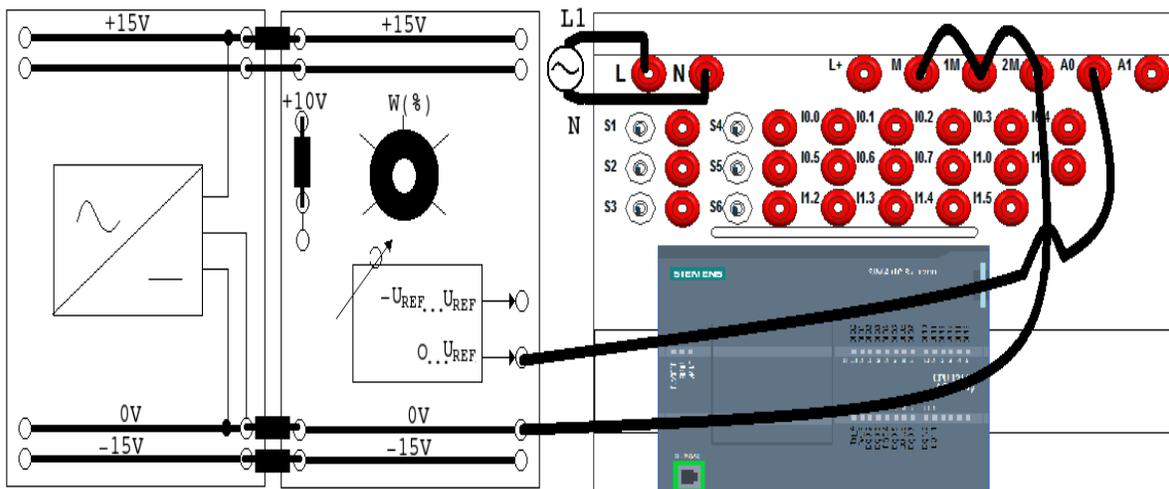

Figura 6. Conexión de entrada Analógica A10 a una fuente variable de 0 a 10V.
1. **⚠ Sin energizar aún el PLC**, conecte **L1** y **N** para alimentar el PLC, luego conecte a la entrada analógica **A10** y a **2M** a una fuente variable de voltaje de 0 a 10V (Sino dispone de una fuente en este rango conecte 1 fuente de alimentación +/-15 VDC [SO3538-8D] y 1 módulo de referencia de voltaje [SO3536-5A] para obtener una salida de 0 a 10V como se muestra en la Figura 6), finalmente conecte la entrada **2M** con **M** del PLC para tener la misma referencia.